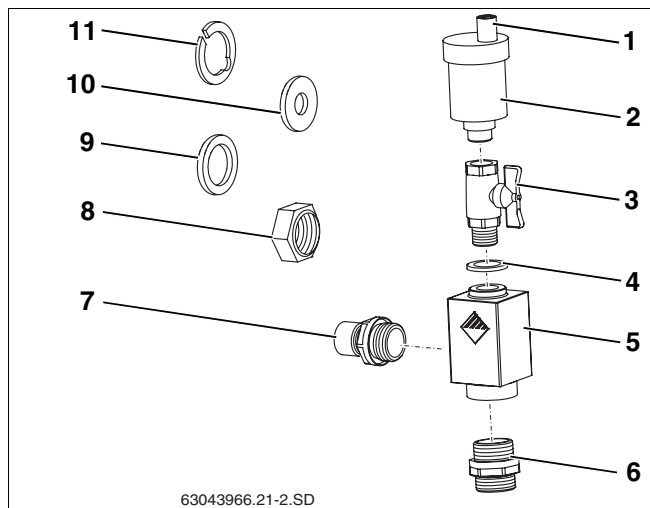

Fig. 36 Juego universal de purgador
El equipo solar se purga a través del tornillo de cierre. Para que no pueda penetrar humedad en el equipo solar a través del tornillo de cierre, la tapa de protección de intemperie (fig. 36, **pos. 1**) debe estar siempre posicionada durante el funcionamiento sobre este tornillo.
Volumen de suministro del juego universal de purgador (fig. 36):